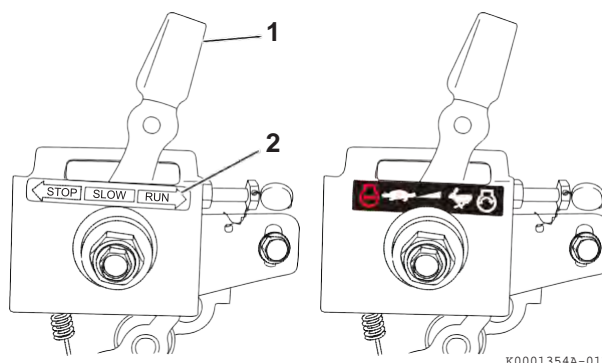

Figura 3
1. Se il controllo di velocità motore è simile a **Figura 3** fare scorrere la leva di controllo velocità motore **(Figura 3, (1))** in posizione RUN **(Figura 3, (2))**.